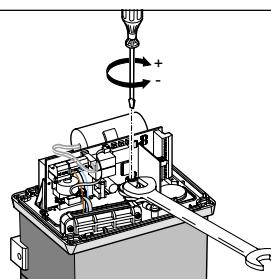

Fig. 42
- 2) Houd de motoras geblokkeerd met een engelse sleutel en draai aan de stelschroef van de koppeling met een inbussleutel of schroevendraaier zoals op fig. 42.